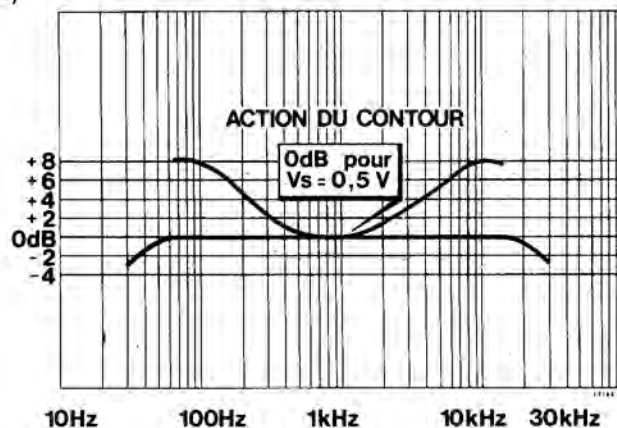

Fig. 7
- Les rapports de  $V_s$  en fonction de la fréquence, à la tension  $V_s$  pour  $f = 1$  kHz sont donnés à la figure 7.